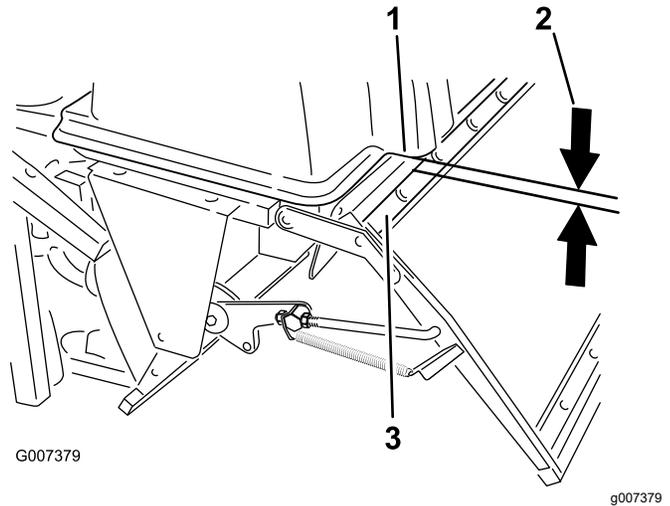

Figure 54
3. Vérifiez la distance entre le tube supérieur du cadre de la trappe et le rebord inférieur du capot moulé (Figure 54).